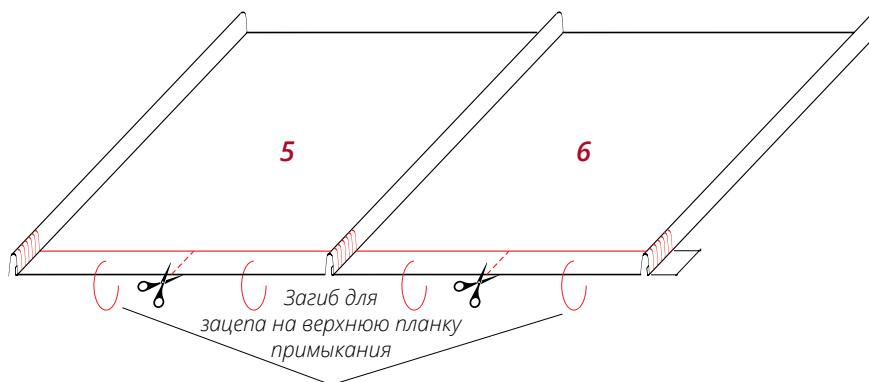

Рис. 10
- Подготовьте панели **5** и **6**, как показано на рис. 10.